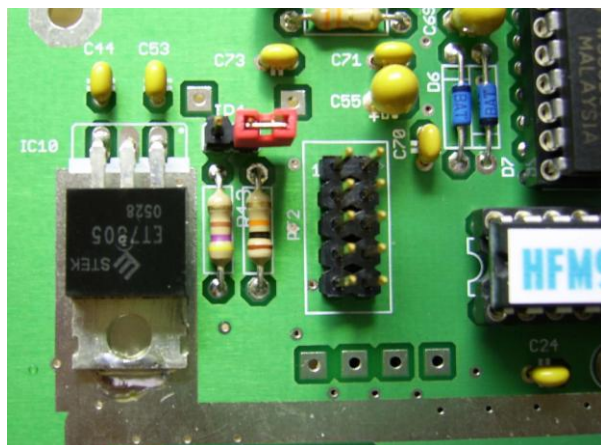

Abb. 1: Platinausschnitt um JP1 / R13
- R13 (schwer leserlich, vielleicht auch R43, 470 Ohm) ist auf dem Bestückungsaufdruck vorhanden, fehlt aber in der Bauteilliste, im Bestückungsplan und im Schaltplan. Es handelt sich um den Schutzwiderstand, der beim Neuprogrammieren des PIC den Pin RB0 über die Steckbrücke JP1 auf Masse zieht (Abb. 1).
- JP1 fehlt in der Bauteilliste, im Bestückungsplan und im Schaltplan (Abb. 1).